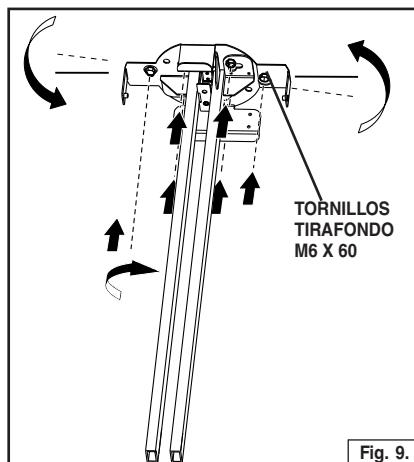

Fig. 9.
3. Fije los cuatro (4) tornillos tirafono M6 x 60 restantes para cada brazo. Fig. 9.